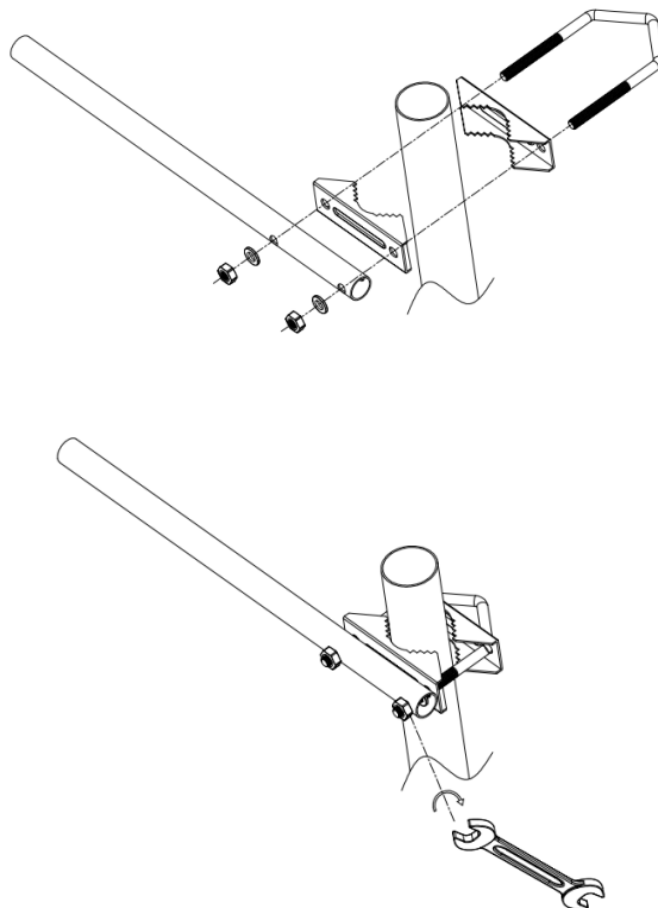

Abbildung 4
- Montieren Sie das Bügelset und die Querstange (optional) wie in Abbildung 4 gezeigt an einem vertikalen Mast: